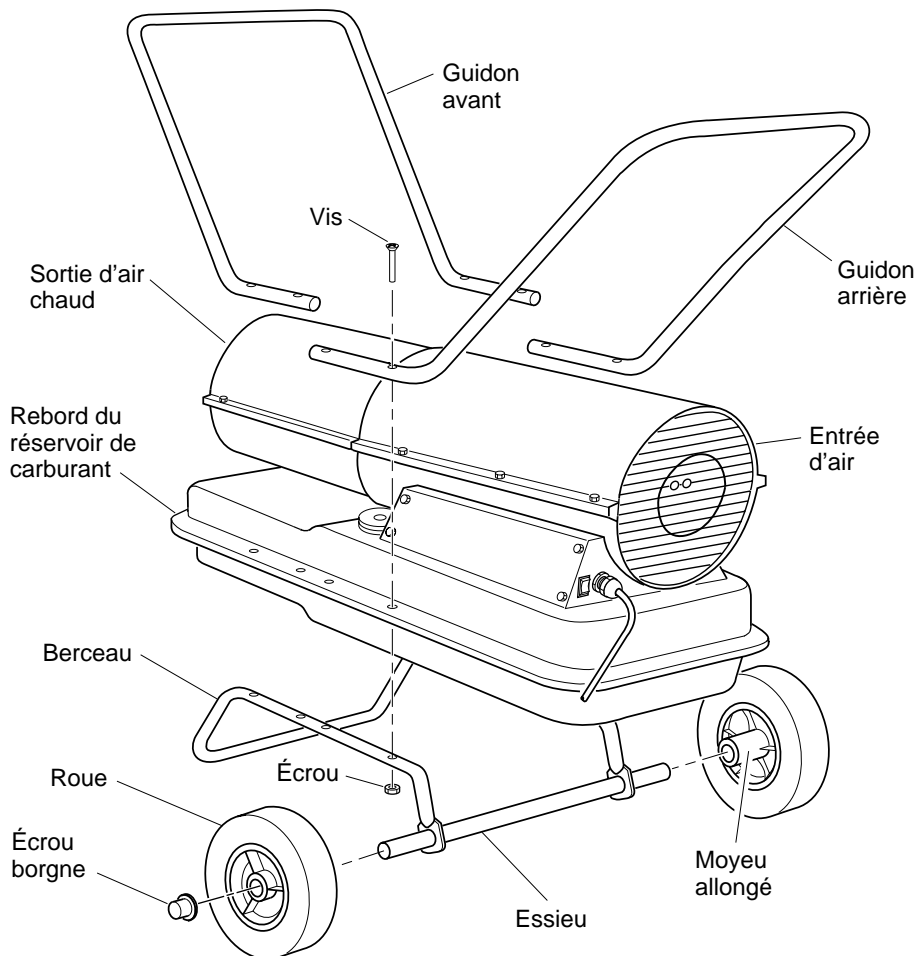

Figure 3 - Montage des roues et des guidons
1. Faire passer l'essieu dans le berceau. Installer les roues sur l'essieu. **IMPORTANT:** Installer les roues avec le côté allongé du moyeu tourné vers le berceau (voir figure 3).